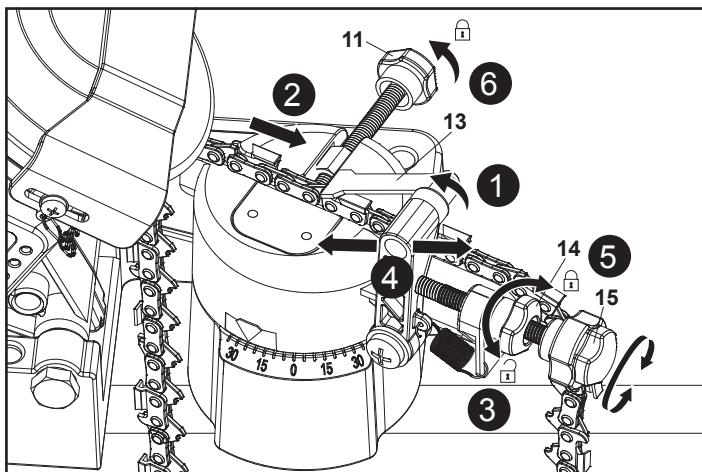

Fig. 6
1. Deslide o batente de corrente (13) para a frente e deixe-o mesmo atrás do elo da corrente que será afiado (Fig. 6, passo 1).
2. Exerça tensão na corrente de serra para trás, em direção ao batente de corrente (13) (Fig. 6, passo 2).
3. Rode a estrutura do motor (4) pela respetiva pega (2) para verificar a quantidade de material que será desbastada.
4. Ajuste a posição do batente de corrente (13), desapertando primeiro o botão de bloqueio (14) para a esquerda e, em seguida, rodando o botão de ajuste (15) para a direita para empurrar o batente de corrente (13) para a frente ou para a esquerda para trás (Fig. 6, passos 3 e 4).
5. Rode a estrutura do motor (4) pela respetiva pega (2) repetidamente para verificar o ajuste.
6. Fixe o batente de corrente (13) rodando o botão de bloqueio (14) para a direita (Fig. 6, passo 5).
7. Assim que atingir o ajuste pretendido, feche a garra do torno rodando o botão de aperto (11) para a direita para fixar a corrente de serra nesta posição (Fig. 6, passo 6).